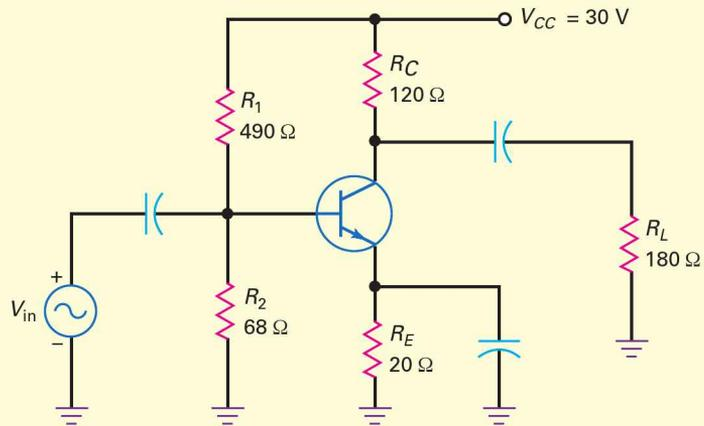

Figure 10.7
Quelles sont les valeurs de I_{CQ} , V_{CEQ} et r_c d'après la figure 10.7 ?
10.1 Avez-vous compris ? À la figure 10.7, faire passer R_E de 20Ω à 30Ω . Calculer alors I_{CQ} et V_{CEQ} .
Déterminer les points de saturation et de blocage en figure 10.7. Quelle est la tension crête à crête maximale de sortie ?